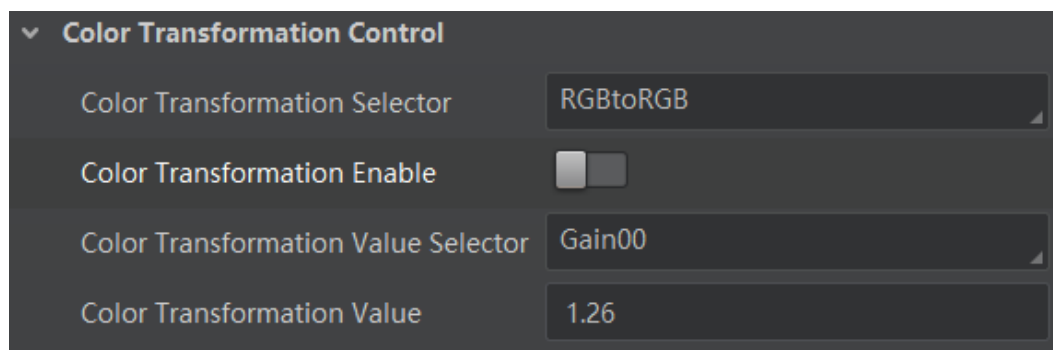

图7-35 色彩校正
2. 根据实际需求在 *Color Transformation Value Selector* 中选择参数，修改对应的 *Color Transformation Value* 参数值，如图 7-35 所示。